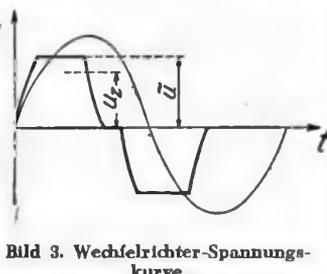

Bild 3. Wechselrichter-Spannungskurve.
Die an der Primärwicklung des Wechselrichter-Transformators entstehende Spannungskurve hat ungefähr eine Form nach Bild 3. Zum Vergleich ist den Kurvenverlauf einer reinen Sinusspannung eingezeichnet. Bild 3 kann man entnehmen, daß der Effektivwert der Wechselrichter-Spannung  $U_w$  kleiner ist gegenüber demjenigen des sinusförmigen Wechselstromes  $\bar{U}$ . Bildet man mit beiden Effektivwerten, die sich aus den Kurvenformen ergeben, das Ver-
Primärwicklung des Umpol-Zerhackers ist die aus der Spannungskurve nach Bild 3 resultierende Formfaktorzahl zu berücksichtigen. Da die Sekundärwicklungen für beide Netzarten gleich groß sein müssen und der Effektivwert der Netzwechselspannung größer ist als bei Wechsellrichterbetrieb, muß die Primärwindungszahl für Netzbetrieb um die Formfaktorzahl bei sonst gleich großen Nennspannungen erhöht werden. Hat die Rechnung der Primärwicklung z. B. für den 110-Volt-Zerhackerbetrieb nach Formel (4) eine Windungszahl von 450 ergeben, so muß dieselbe für den Wechselstrom-Netzanschluß in erster Annäherung  $450 \cdot 1,25 = 562$  Windungen gewählt werden. Für andere Netzspannungen ist die Korrektur ganz entsprechend.